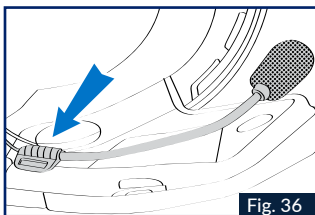

Fig. 36
7. Colocar el micrófono y fijarlo usando la pieza de velcro suministrada, en el poliestireno de la almohadilla de mejilla izquierda, como se muestra en la Fig. 36